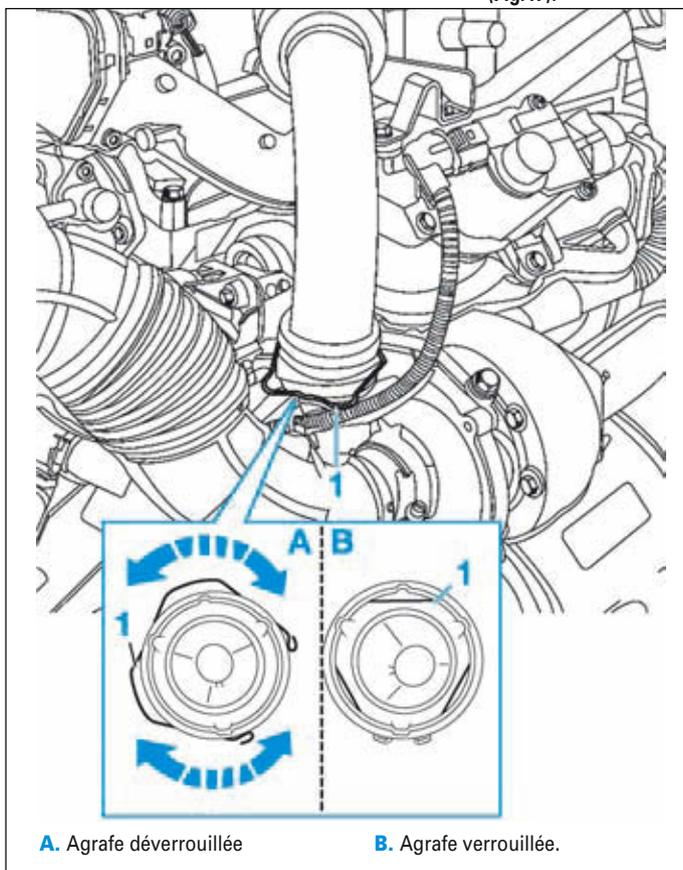

FIG.47
- Pivoter l'agrafe (1) du tuyau d'alimentation en air (Fig.47).